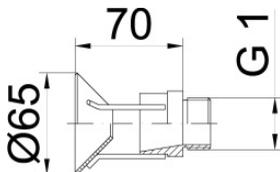

Рис. 2 Распылитель 15 G1.
4.1. Модуль (рис. 1) представляет собой герметичную конструкцию, состоящую из стального сварного корпуса **1**, заполненного огнетушащим порошком **2**, газогенерирующего элемента **3**, электровоспламенителя **4**, выпускного насадка **5** и разрывной мембраны **6** с насечками. Разрывная мембрана плотно прижата к корпусу выпускным насадком. Электровоспламенитель имеет электрический разъем **7**. На выходном отверстии выпускного насадка имеется резьба G 1 для подсоединения к направляющему трубопроводу с условным проходом  $d_y = 25$  мм, на выпускных отверстиях которого установлены распылители (рис.2).